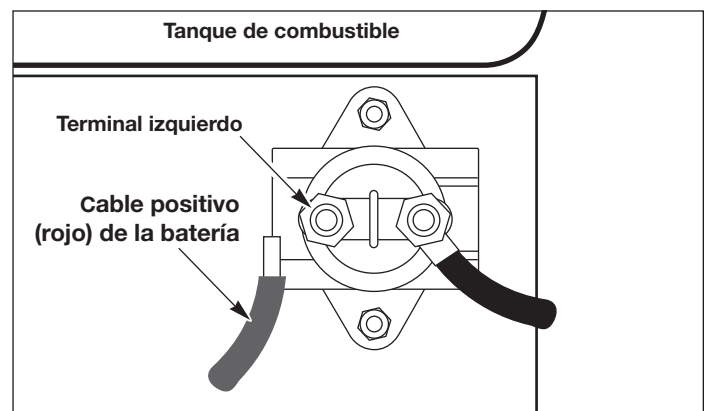

Figura 5 - Solenoide del arrancador
3. Conecte el cable positivo (rojo) de la batería al terminal izquierdo y colóquelo la tuerca de 6,4 mm (1/4 pulg.). Después de apretarla con la mano, déle otra vuelta completa (Vea la Figura 5).